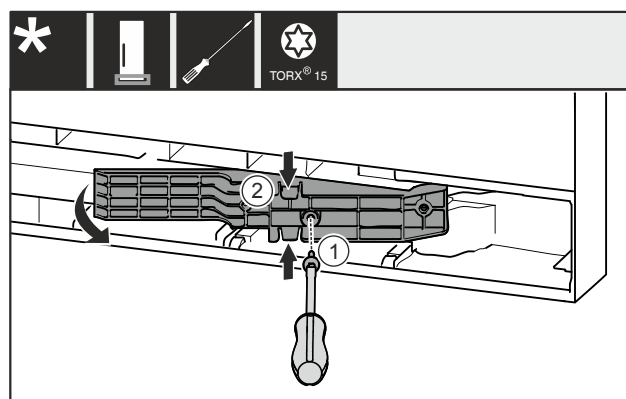

Fig. 13 *
- ▶ Извлеките винт Fig. 13 (1)*.
- ▶ Слегка сожмите деталь адаптера Fig. 13 (2) сверху и снизу и извлеките ее.*